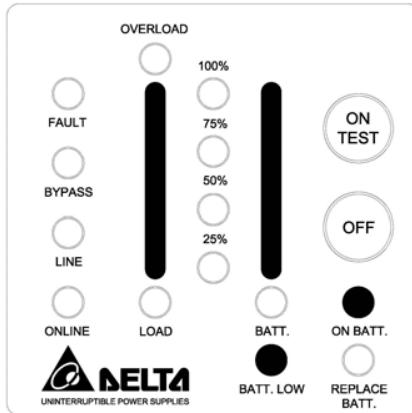

Рис. 4-7. Индикация разряженного состояния батареи
- **БАТАРЕЯ РАЗРЯЖЕНА.** Сигнализация оповещает пользователя о величине оставшегося заряда батареи. При разряде батареи ниже определённого уровня ИБП подаёт звуковой сигнал длительностью 0,5 сек через каждые 1,5 сек, пока батарея не разрядится полностью. См. рис. 4-7.